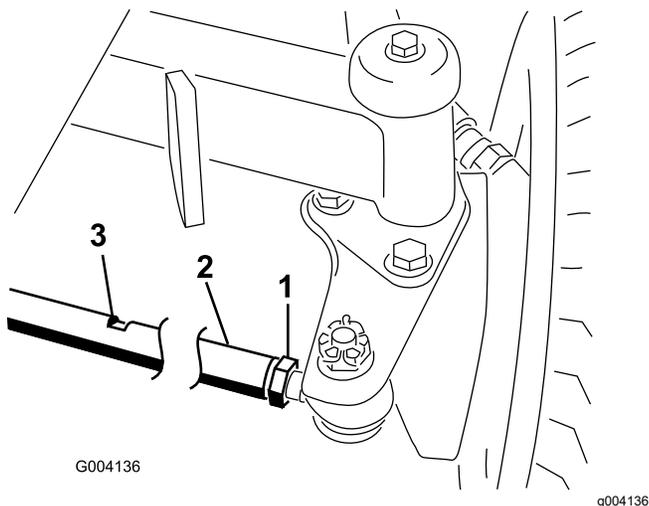

Рисунок 103
1. Ослабьте контргайку с каждой стороны соединительной тяги (Рисунок 103).